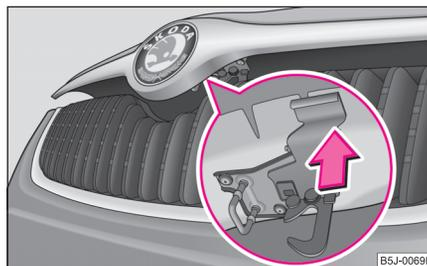

Fig. 155 Rejilla del radiador: Fijación
- Pulse el seguro ⇒ fig. 155, se desbloquea el capó del vano motor. ▶